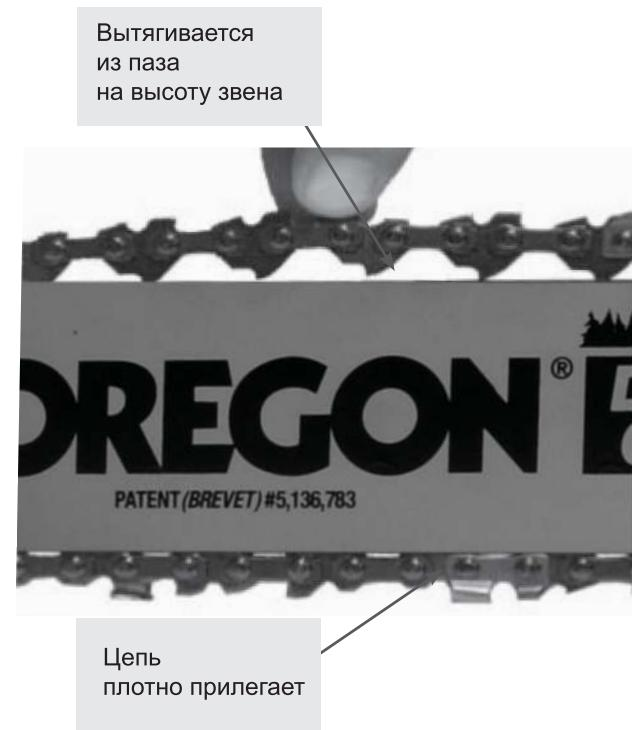

Рис.4
2. Вращайте кольцо регулировки натяжения цепи до тех пор, пока цепь не будет плотно прилегать к нижней части шины. На середине шины цепь должна вытягиваться из паза на высоту звена (Рис.4).